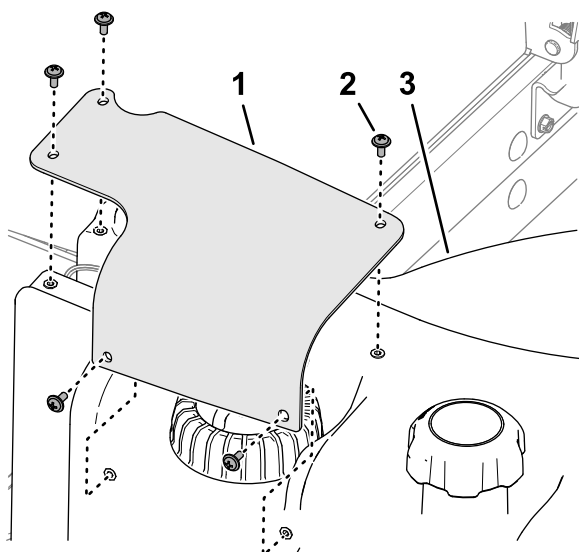

Figura 123
2. Retire los 5 tornillos Phillips que sujetan la tapa del sensor de combustible al depósito de combustible, y retire la tapa (Figura 123).